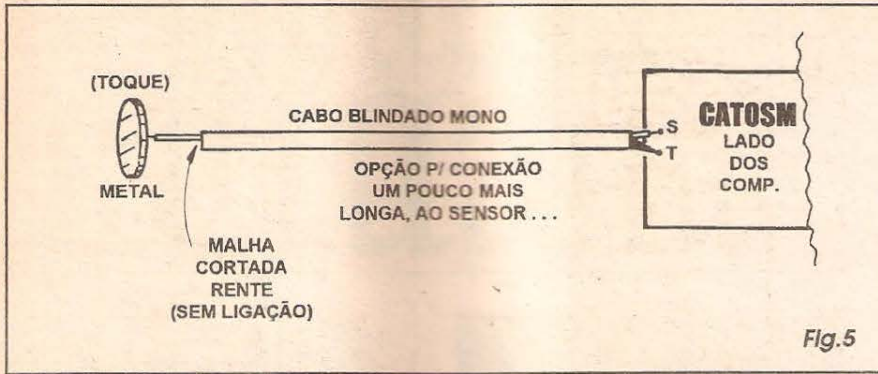

Fig.5
- **FIG. 5 - OPÇÃO PARA LIGAÇÃO DO SENSOR COM CABO MAIS LONGO...** - Conforme já foi explicado, devido ao método de sensoreamento do circuito, e à própria simplicidade deste, *paga-se um preço* que é o da hiper-sensibilidade, se o cabinho que liga a placa ao sensor for maior do que uns 15 cm. (e se o campo elétrico de 60 Hz, no local, for muito intenso...). como não está prevista a inserção de um ajuste de sensibilidade, é então fundamental manter a conexão do sensor *curta*... Se inevitavelmente o sensor precisar ficar a mais de 15 cm. da placa (num limite máximo que pode variar de 50 cm. a uns 2 metros, dependendo das circunstâncias particulares da instalação e do próprio local...), sua conexão deverá ser feita com cabo blindado mono, observando-se a ligação da *malha de terra* do cabo ao ponto T da placa (na extremidade correspondente ao impresso...). Já na ponta do cabo ligada ao sensor, apenas o fio *vivo* é utilizado, devendo a *malha* ser cortada rente, deixando sem ligação...